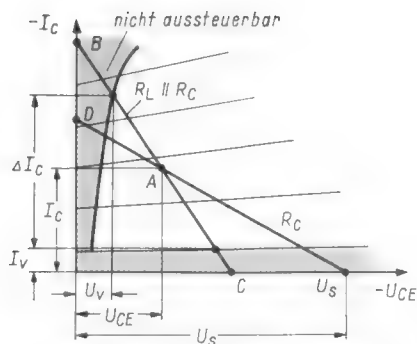

Bild 5. Nicht aussteuerbare Gebiete des Kennlinienfeldes
Die Kontrolle erfolgt durch Eintragung der statischen und dynamischen Widerstandsgeraden in das U_{CE}/I_C -Kennlinienfeld des Transistors (Bild 5). Zum leichteren Auffinden der Punkte A bis D dienen die folgenden Formeln:
Trägt man die so gewonnene dynamische Arbeitsgerade in das Transistor-Kennlinienfeld ein, so stellt man fest, daß sie Gebiete des Kennlinienfeldes überstreicht, die man nicht aussteuern kann oder will, z. B. wegen des Kollektor-Reststromes oder der Verzerrungen an den Rändern des Diagramms. Bezeichnet man diese nicht aussteuerbaren Teile der Arbeitsgeraden von der Abszisse an gemessen mit I_V und von der Ordinate aus mit U_V (Bild 5), so kann man Gleichung (1) genauer formulieren zu: